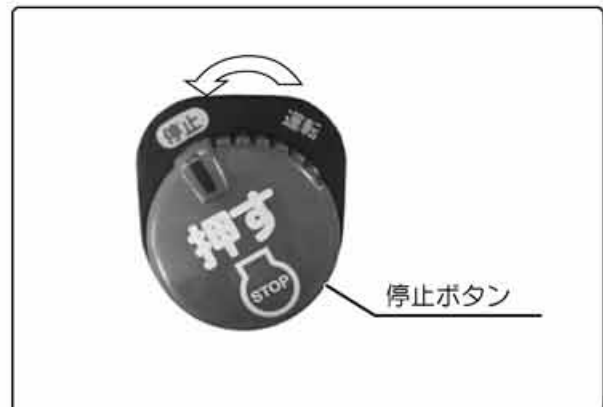

図15
- ④ 停止ボタンを押してください。エンジンが停止します。(図15)